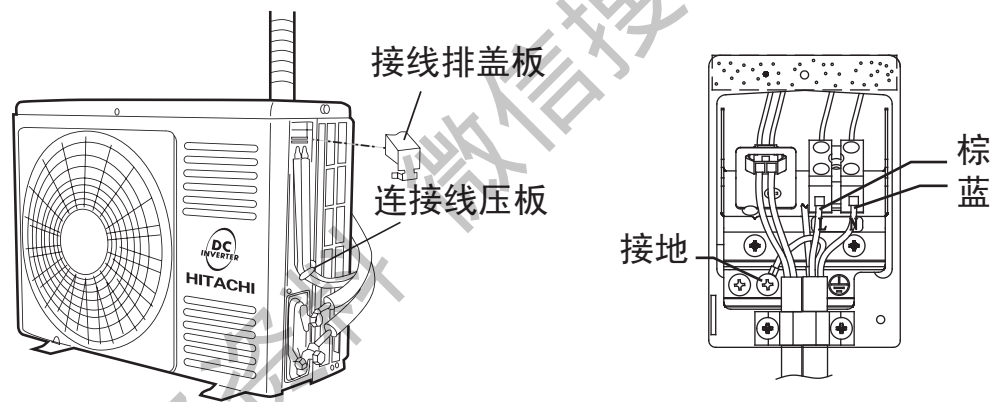

图24
- (1) 将接线排盖板取下。
- (2) 将连接电缆分别按图24正确的牢固连接。（紧固力矩为8~15kgf.cm）
- (3) 必须将黄/绿线接至带有“⊕”标志处的接地螺钉上。
- (4) 用连接线压板将连接电缆用螺钉紧固。
- (5) 完成接线后将接线排盖板重新安装凸台卡扣位置。
- (6) 将边盖重新安装。